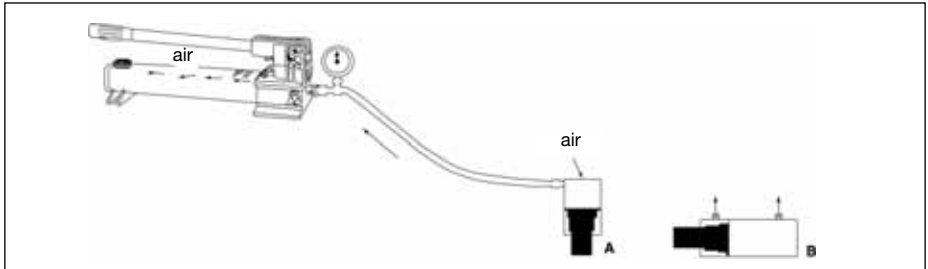

Figure 9
L'élimination de l'air du circuit hydraulique aide le vérin à sortir et rentrer en douceur. Voir figure 9.
3. Positionner le vérin côté piston vers le bas (ou le haut s'il s'agit d'un vérin à traction). Voir figure 9.
3. Positionner le vérin en position horizontale, orifices vers le haut. Voir figure 9 ci-dessous.